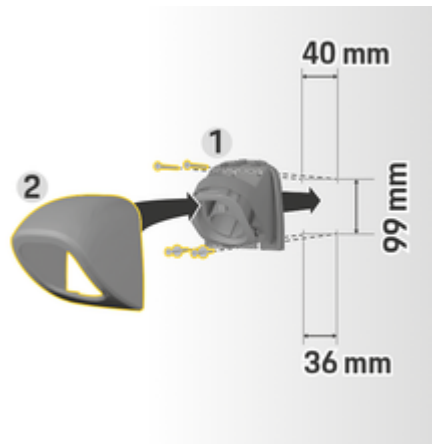

Fig. 225 Dimensiuni de găurire
1. Scoateți dispozitivul de fixare a conectorului 1 (Fig. 225) din capac 2 (Fig. 225).
4. Înșurubați dispozitivul de fixare a conectorului 1 (Fig. 225) pe perete.
5. Montați capacul 2 (Fig. 225) pe dispozitivul de fixare a conectorului 1 (Fig. 225) de dedesubt și împingeți în sus.